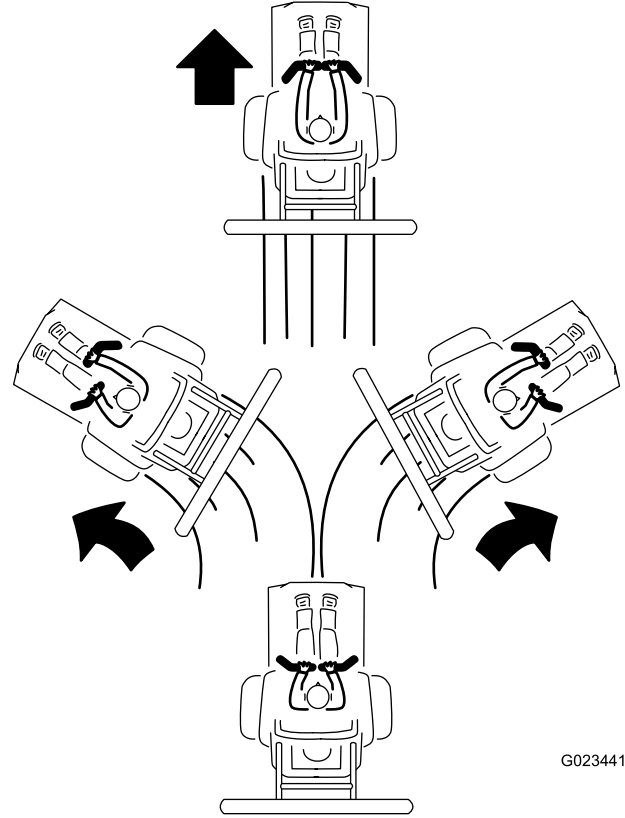

图24
3. 要向前行驶，可慢慢向前推动控制手柄（图24）。要停止机器，可将控制手柄移至空档位置。